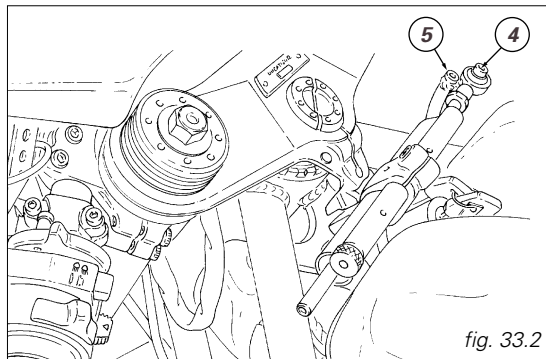

fig. 33.2
Después de haber modificado el ángulo de dirección es necesario posicionar nuevamente en forma correcta el amortiguador. Destornillar el tornillo (4, fig. 33.2), posicionar la articulación de la varilla del amortiguador en correspondencia del agujero (5) del chasis. Bloquear el tornillo (4) anteriormente destornillado, aplicando un compuesto para roscas de tipo mediano.